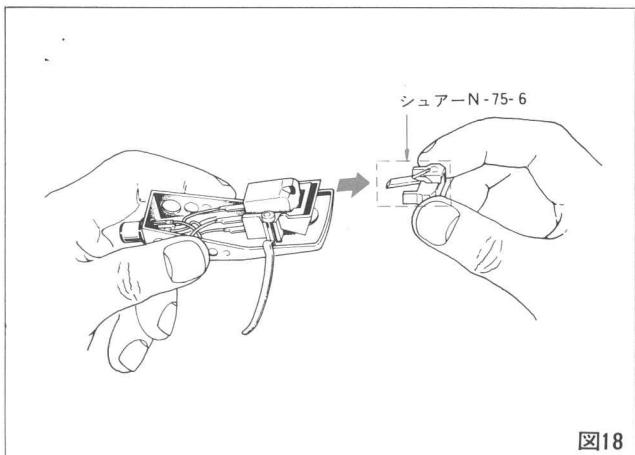

図18
- ①トーンアームからヘッドシェルを取り外します。
- ②古い針先ホルダーを手前に引いて取外します。(図18)
- ③新しい針先を②と逆の方法でしっかりとさしこみます。
- ④ヘッドシェルをトーンアームに取付けます。